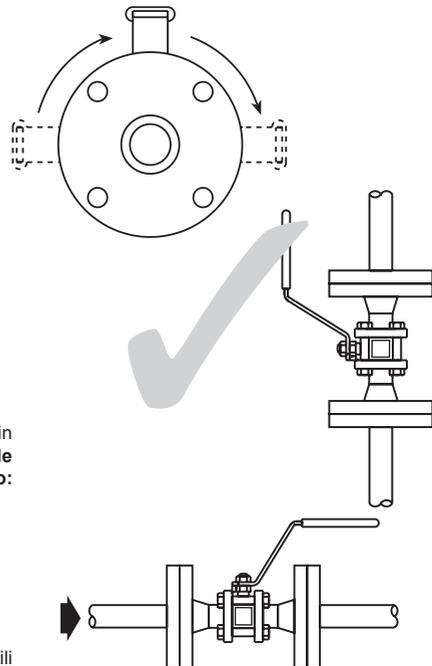

**Fig. 2 - Installazione non corretta con i liquidi**
**Non montare mai la valvola sottosopra per servizi su liquidi (Fig. 2).**